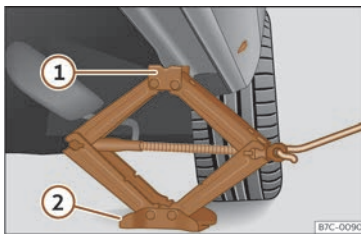

Fig. 236 Llagger: col·locació del gat del vehicle.
- Gireu la manovella del gat, situat sota el punt de recolzament del llagger, per elevar-lo fins que la pestanya (1) >>> fig. 236 quedi situada sota l'allotjament previst.
- Alineu el gat de manera que la pestanya (1) "s'adhereixi" a l'allotjament previst del llagger i la placa base mòbil (2) quedi recolzada a terra. La placa base (2) ha de caure en la vertical respecte del punt de recolzament (1).